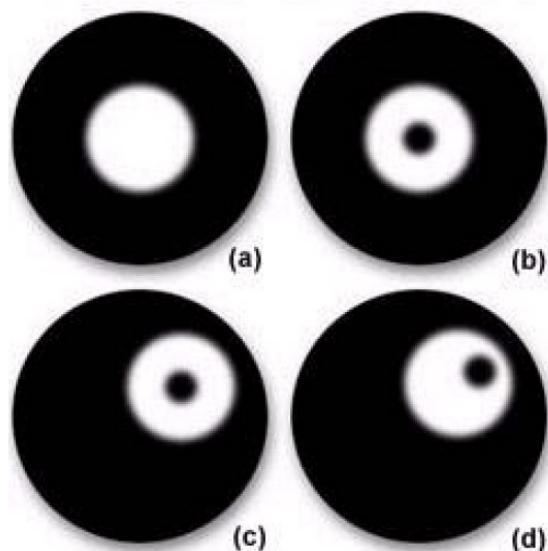

figura 5 – centrar el condensador de campo oscuro
- El objetivo de 10x es el más recomendado para centrar condensadores de gran A.N. como el caso del condensador de campo oscuro. Cuando observe una muestra con el objetivo de 10x, suba o baje el condensador suavemente mediante el mando que encontrará a su izquierda y debajo de la platina hasta conseguir ver un punto en el campo de visión tal y como se muestra en la figura 5 (a). Si el condensador estuviera ya centrado, aparecerá una imagen como en la figura 5 (b). En el caso que el condensador no estuviera centrado, la imagen resultante será como en la figura 5 (c,d). Con los tornillos de centrado del condensador, deberá ajustarlo hasta conseguir una imagen como en la figura 5 (a,b).